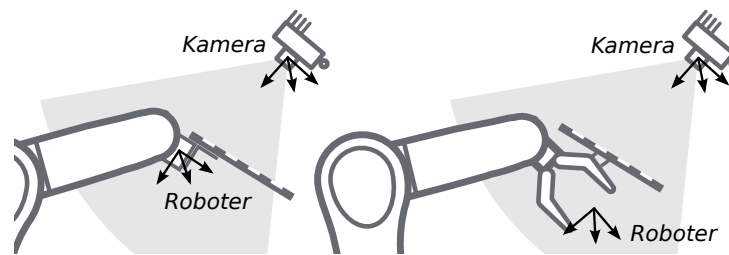

Abb. 6.20: Alternative Montageoptionen für die Befestigung des Kalibrieramusters am Roboter
6.19 und Abb. 6.20 angegeben, angebracht werden.
**Bemerkung:** Für das Modul zur Hand-Auge-Kalibrierung spielt es keine Rolle, wie das Kalibriermuster in Bezug auf das benutzerdefinierte *Roboter*-Koordinatensystem genau angebracht und positioniert wird. Das bedeutet, dass die relative Positionierung des Kalibrierhalters zu diesem Koordinatensystem weder bekannt sein muss, noch für die Kalibrierroutine relevant ist (siehe in Abb. 6.20).